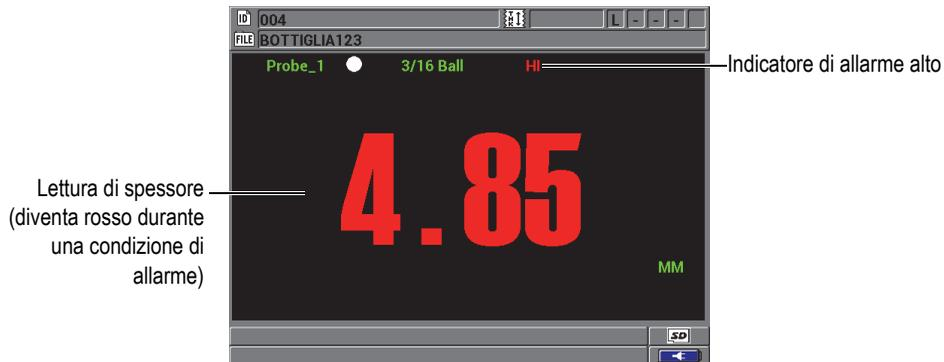

Figura 5-5 Esempio di un indicatore di allarme ALTO
- Gli indicatori di allarme **HI** (alto) o **LOW** (basso) lampeggiano nell'angolo in alto a destra della schermata di misura (vedere Figura 5-5 a pagina 112).